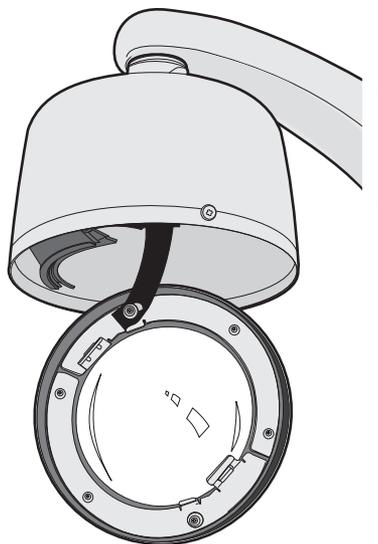

Figura 15. Encaixe da correia no dome inferior pendente
1. Encaixe a correia da back box no dome inferior (consulte figura 15).
1. Encaixe a correia da back box no dome inferior (consulte figura 15 na página 21).